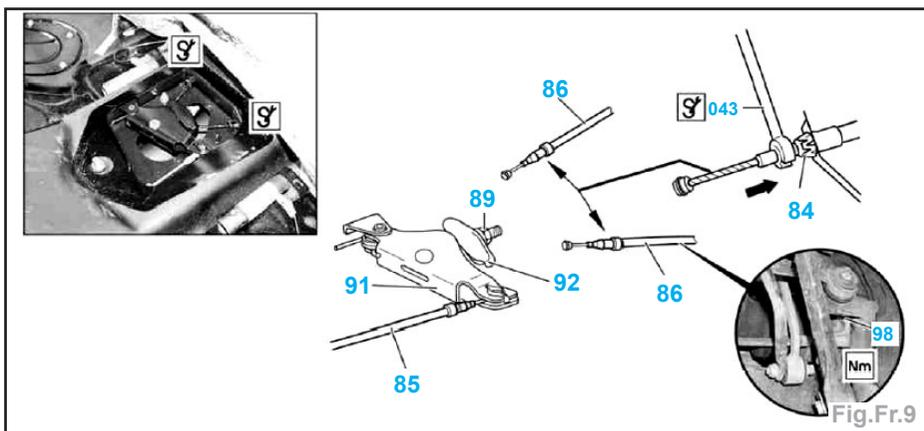

Fig.Fr.9
- Desserrer la vis de réglage (89) au niveau du dispositif de rattrapage (Fig.Fr.9).
- le câble de frein avant (85) sur le levier intermédiaire (91),
- les câbles de commande de frein (86) du palonnier (92) et du dispositif de rattrapage.
- Défaire la vis autobloquante (98) sur le support de roue.
- Déposer le câble de frein (86).